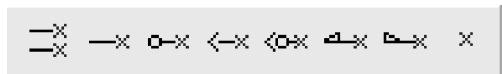

图 2-45 符号编辑器的引脚放置工具栏
(4) 引脚放置工具栏，提供 8 种不同形状的引脚，供选择使用，如图 2-45 所示。